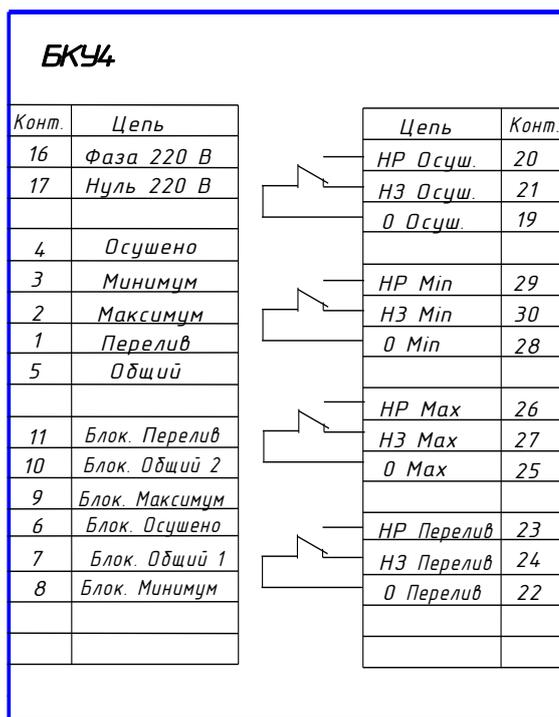

Рис.1
3.1 На корпусе прибора имеется 4 световых индикатора уровня жидкости, световой индикатор обрыва цепи электродов и 30 клеммников с маркировкой номеров контактов для подключения внешних цепей согласно рис. 1